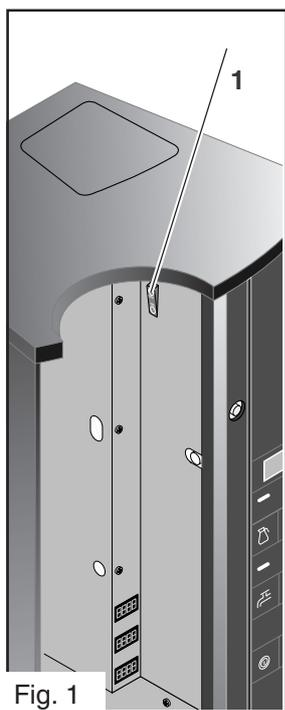

Fig. 1
Antes de empezar a limpiar el dispensador, apáguelo mediante del interruptor principal (1). (Fig. 1)